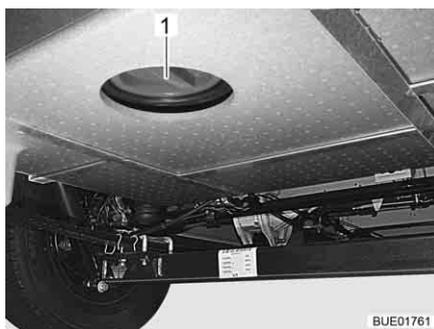

Fig. 181 Apertura per la pulizia sul serbatoio delle acque grigie
- A questo scopo aprire l'apertura per la pulizia (Fig. 181,1) per il serbatoio delle acque grigie e il rubinetto di scarico.